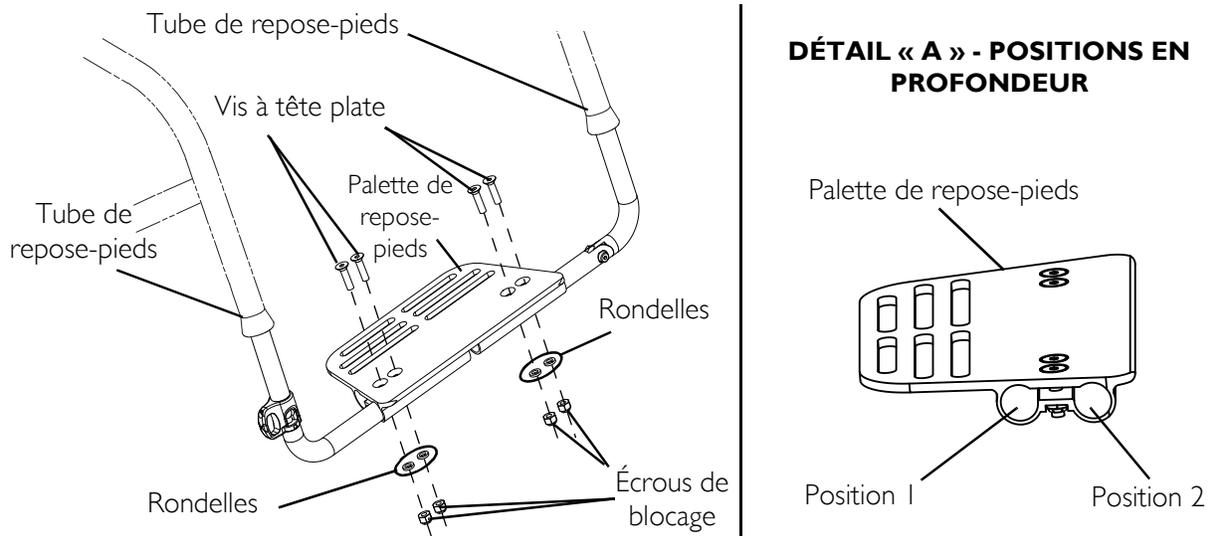

FIGURE 7.4 Réglage de l'angle de la palette du repose-pied - Réglage de la profondeur de la palette du repose-pieds
REMARQUE : Pour cette procédure, veuillez consulter la FIGURE 7.4.
3. Déplacez la palette de repose-pieds vers l'une des deux positions de montage pour répondre aux besoins de l'utilisateur. Voir Détail « A » de la FIGURE 7.4